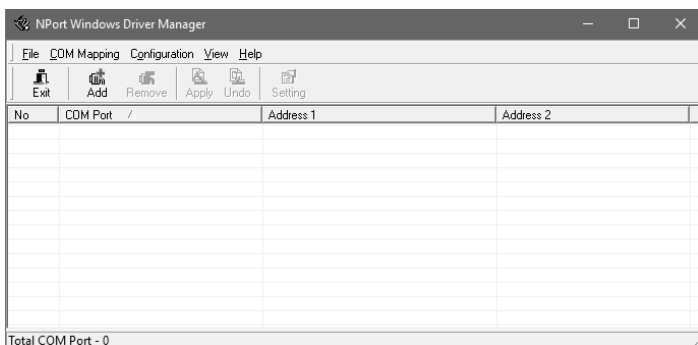

Рисунок 18 – Окно утилиты «NPort Windows Driver Manager»
3.6.1 Для назначения виртуального COM-порта понадобится утилита «NPort Windows Driver Manager» (рисунок 18).